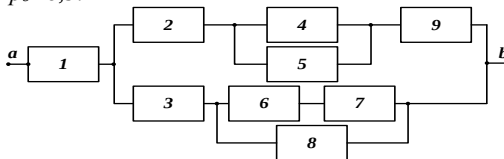

Рис. 6
12. Определить вероятность безотказной работы системы, НФС которой представлена на рис. 6. Все элементы системы равнонадежны, т.е. $p_1=p_2=\dots=p_8=p_9=0,9$.